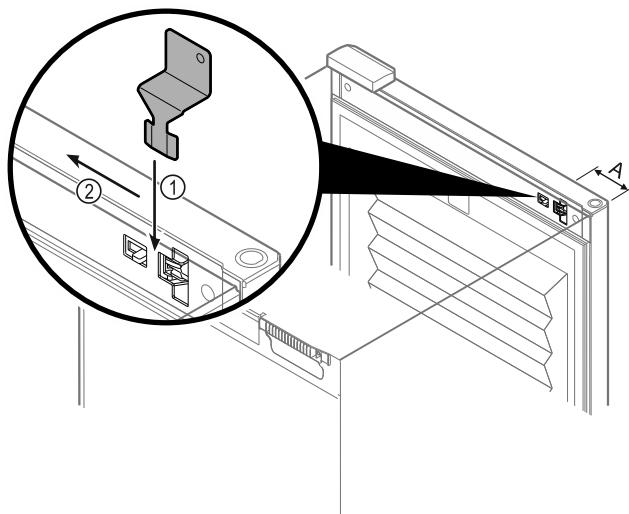

Fig. 218
- ▶ 将紧急解锁钥匙放置在指定位置 Fig. 218 (A) \approx 100mm。
- ▶ 将紧急解锁钥匙从上方插入门与冰箱主体之间直到止挡位 Fig. 218 (1)。
- ▶ 向铰链侧方向拉动紧急解锁钥匙 Fig. 218 (2)。